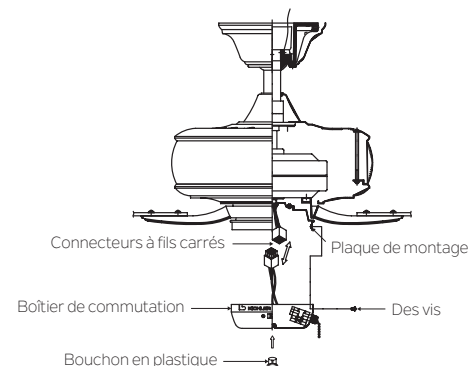

Fig. 19
Step 1. Soulevez le boîtier de l'interrupteur près du ventilateur de plafond et connectez les connecteurs à fil carré du boîtier de l'interrupteur et du ventilateur. Installez le boîtier de l'interrupteur sur la plaque de montage à l'aide des vis fournies. (Fig. 19)
Step 2. Fixez le bouchon en plastique sur le boîtier de l'interrupteur. (Fig. 19)